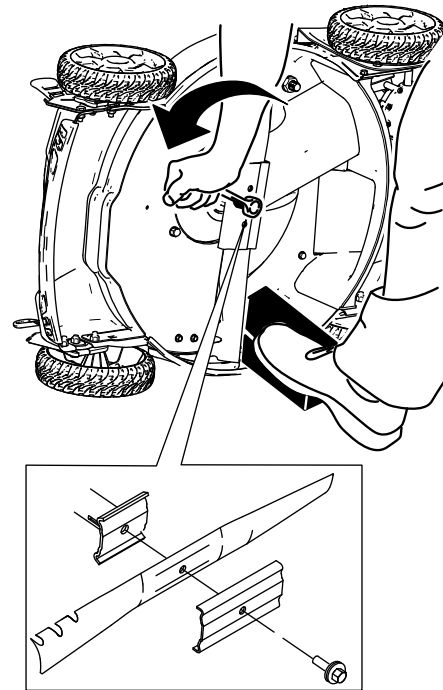

Figura 1
4. Utilice un bloque de madera para inmovilizar la cuchilla (Figura 1).
5. Retire la cuchilla, conservando todos los herrajes de montaje (Figura 1).